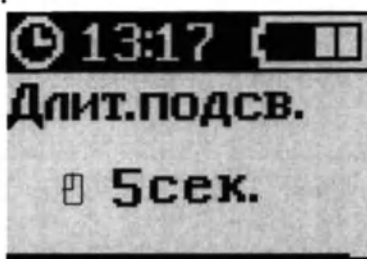

Рисунок 146 – Экран «ДЛИТ.ПОДСВ.»
4. Кнопками «ВВЕРХ» и (или) «ВНИЗ» выбрать пункт меню «ДЛИТ.ПОДСВ.» (рисунок 146).